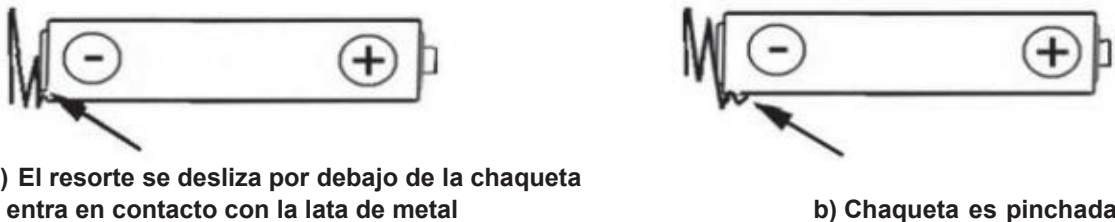

Figura 2 - Ejemplos de demostración de resorte distorsionado
15.3 Partes eléctricas de contacto y materiales y formas extremas deben ser adecuados para permitirles establecer y mantener contacto eléctrico eficaz. Los materiales deben poseer fuerte conductividad , alta resistencia a la corrosión, difícil oxidación y elasticidad (semejante al acero inoxidable niquelado). Formas y estilos deben evitar la ocurrencia de corto circuito de baterías (como resortes positivos y negativos con marcas y formas que permitan la conducción positivo y negativa de la batería, como se muestra en la figura 2). El terminal negativo del compartimiento de la batería debe tener una saliente para establecer completamente el contacto con el electrodo negativo de la batería.